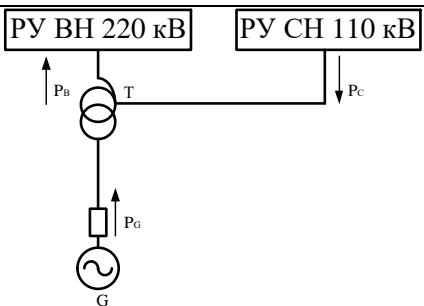

Рис. 1. Схема подключения автотрансформатора связи в блоке с генератором
**Задание.** Выбрать мощность автотрансформатора напряжением 220/110/15,75 кВ, включенного в блок с генератором 200 МВт,  $\cos\varphi=0,85$ . Мощность генератора передается в сеть 220 кВ, кроме этого из сети 110 кВ в сеть 220 кВ передается 120 МВт,  $\cos\varphi = 0,92$  (рис. 1).